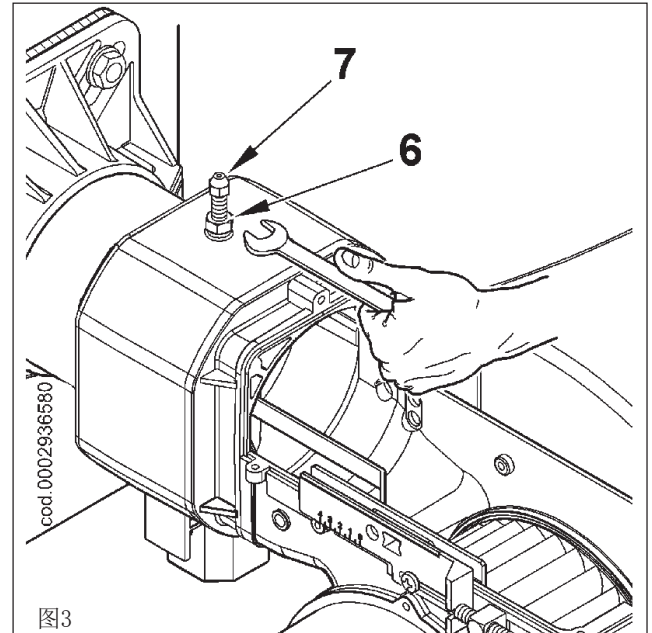

图3
- 3) 在松开螺母（6）后，移开在混合单元上的锁定螺母（7）（图3）。